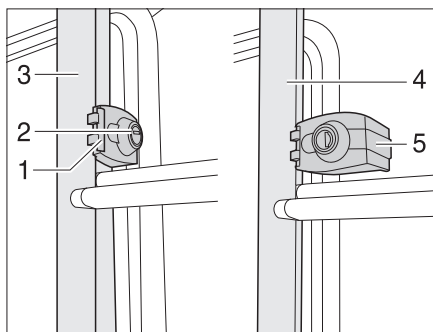

Bild 1 Låsning för bakre steg
- Sätt in nyckeln i låscylindern (Bild 1,2) för den bakre stegens låsning (Bild 1,1) och vrid den ett kvarts varv tills nyckeln är i lodrätt läge.
- Håll fast den bakre stegens fällbara del (Bild 1,4) och sväng ut säkringsbygeln (Bild 1,5).
- Sätt in nyckeln i låscylindern (Bild 1,2) för den bakre stegens låsning (Bild 1,1).
- Sväng säkringsbygeln (Bild 1,5) inåt runt röret för den bakre stegens fasta del (Bild 1,3).